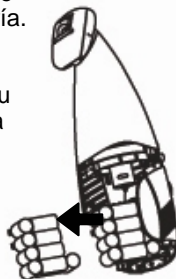

Fig. 8
5. Extraiga la batería de su compartimiento y déjela a un lado. (Fig. 8)